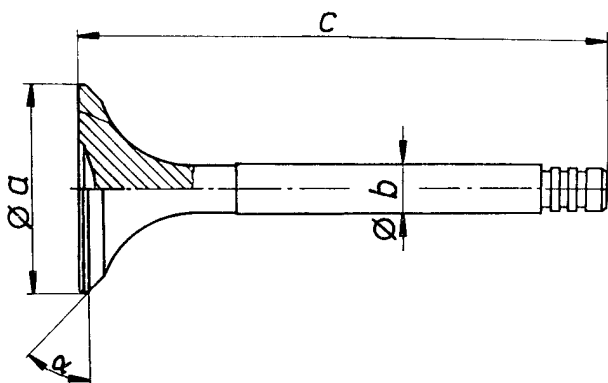

Bild M 29. Ventilmaße
- (14) Ventile
- Ventilmaße siehe Bild M 29.